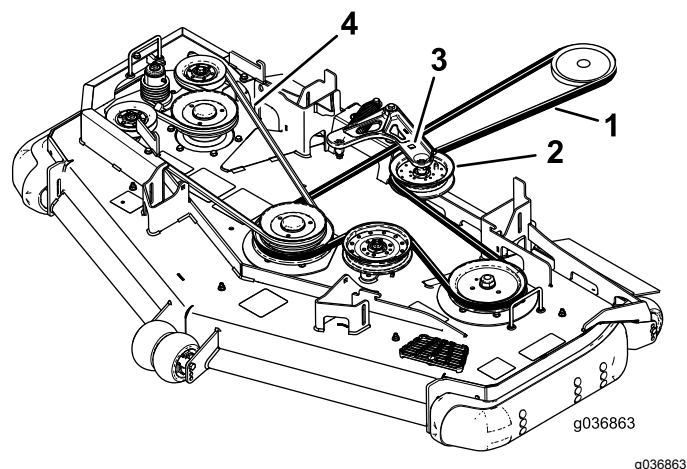

**Figura 88**
7. Utilice una llave de carraca en el taladro cuadrado del brazo tensor para aliviar la tensión del muelle tensor (Figura 88).
8. Retire la correa de la p Polea de la carcasa de corte (Figura 88).
9. Retire la correa de las poleas restantes (Figura 88).
11. Utilizando la llave de carraca en el taladro cuadrado, alivie la tensión del muelle y coloque la correa nueva alrededor de la polea tensora (Figura 88).